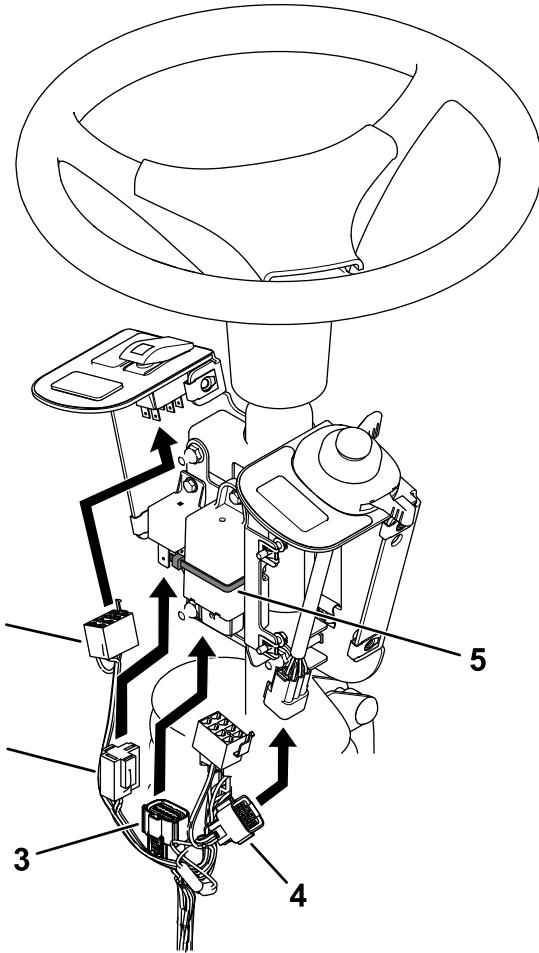

**Figura 7**
4. Montate il lampeggiante e il relè sulla piastra di supporto fusibili con 2 viti (n. 10 x 3/8"), come mostrato nella **Figura 7**